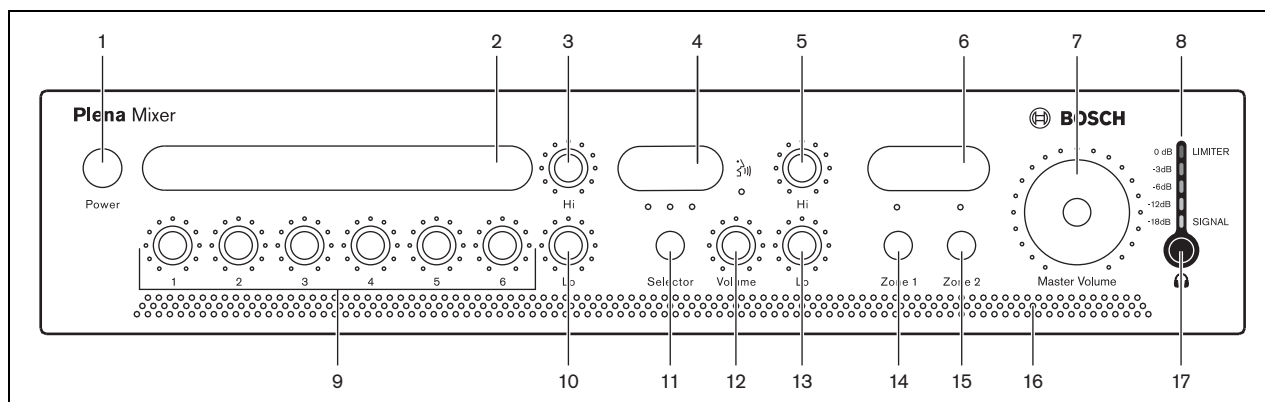

figura 5.2: Panel frontal
- 2 Sitúe el botón power (1) de la parte frontal de la unidad en la posición de encendido (On) - pulsado (véase figura 5.2).
Sitúe el botón power (1) de la parte frontal de la unidad en la posición de apagado (Off) - no pulsado (véase figura 5.2).
Los usuarios pueden crear etiquetas personalizadas para las: entradas de micrófono/línea, descripción de las fuentes de música y zonas de salida de audio 1 y 2. Estas etiquetas pueden fijarse al amplificador mezclador en los números de posición 2, 4 y 6 (véase figura 5.2). Las clavijas de color también pueden insertarse en distintas posiciones alrededor de los controles para indicar la configuración favorita para una aplicación en particular.
Utilice los controles de tono Hi (alto) y Lo (bajo) (véase figura 5.2, números 3 y 10) para cambiar colectivamente el tono de las entradas de micrófono/línea de 1 a 6.
Utilice los controles de tono Hi (alto) y Lo (bajo) (véase figura 5.2, números 5 y 13) para cambiar el tono de la fuente de música seleccionada.